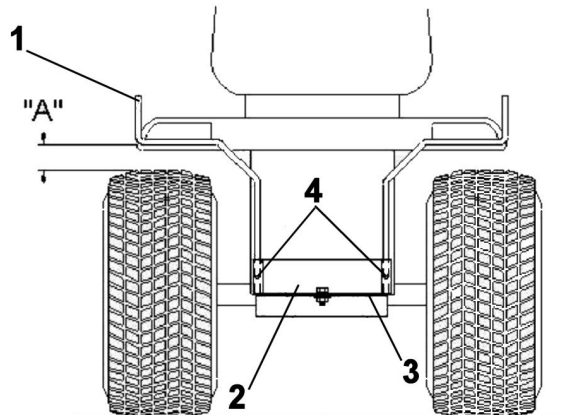

Figure 2
Positionner le renfort de toit (fig.2, item 1) sur l'assemblage du châssis (fig.2, item 2) et les relier à l'aide de 18 attaches de nylon.
**NOTE:** Si vous avez un ensemble de contrepoids Berco sur l'arrière du tracteur, il n'est pas nécessaire d'installer le support de la barre de remorquage (item 2) (sauf si le 700240 est installé). Les tiges de support arrière (item 1) seront insérées dans les tubes soudés sur les supports gauche et droite de l'ensemble de contrepoids.
Insérer les tiges de support arrière (fig.2, item 1), la partie la plus longue dans le support de la barre de remorquage (item 2).
Ajuster la section horizontale du support de tiges arrière (fig.2, item 1). Afin que la tige soit 1/8" sous le garde-boue et 1" à l'extérieur du garde-boue.
Une fois l'installation terminée, ajuster la cabine en tirant les tiges de support (fig.2, item 1) vers l'arrière.